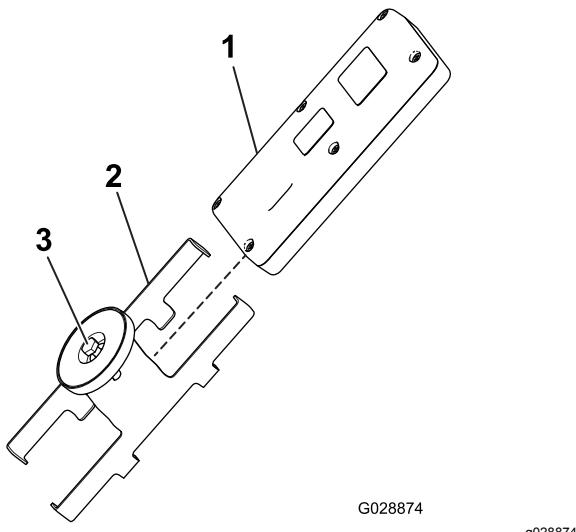

図 19
5. ハンドヘルドリモートをマグネット式ブラケットに取り付ける。ブラケットにリモートを入れ、ブラケットについているボルトを締め付ける(図 19)。